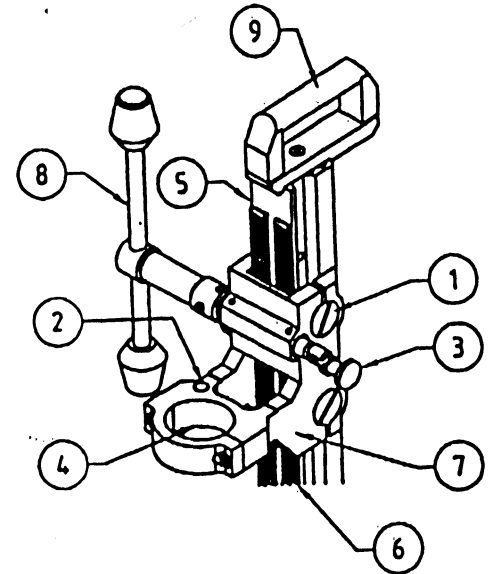

Рис. 3-2 Каретка / зубчатая передача
3.2.2 Каретка/зубчатая передача (рисунок 3-2)